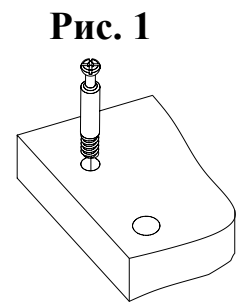
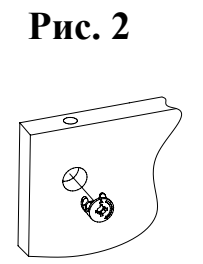

Рис. 1
Рис. 2
1. Вкрутите шпильки минификсов в детали 1, 2 и детали 1(МБ-340) (Рис.1). Вставьте головки минификсов в детали 1, 2 и 4 (Рис.2).